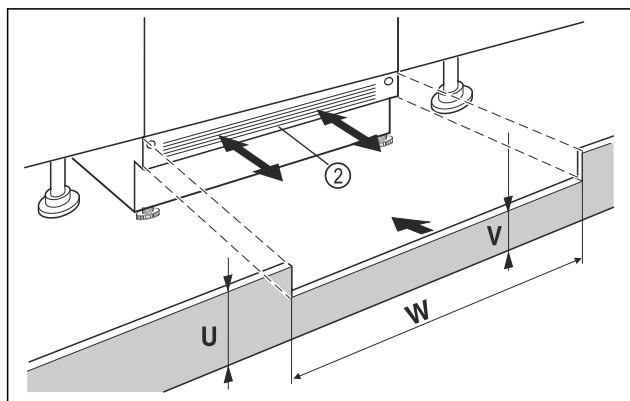

Fig. 100 Simbolična slika
- ▶ Nataknite okrasno letev naprave Fig. 100 (2), vendar je še ne fiksirajte.
- ▶ Če je okrasna letev Fig. 100 (2) vidna, jo potegnite gor tako daleč, da sta sprednji rob prezračevalne rešetke in okrasna letev pohišva poravnana.
- ▶ Če je okrasna letev Fig. 100 (2) zakrita, jo potisnite do konca nazaj.
- ▶ Pazite, da so prezračevalne reže popolnoma proste: Po potrebi prilagodite višino okrasne letve Fig. 100 (U) pohišva!
- ▶ Prilagodite višino stojine Fig. 100 (V) vzdolž širine niše Fig. 100 (W) pod okrasno letvijo Fig. 100 (2) pohišva.